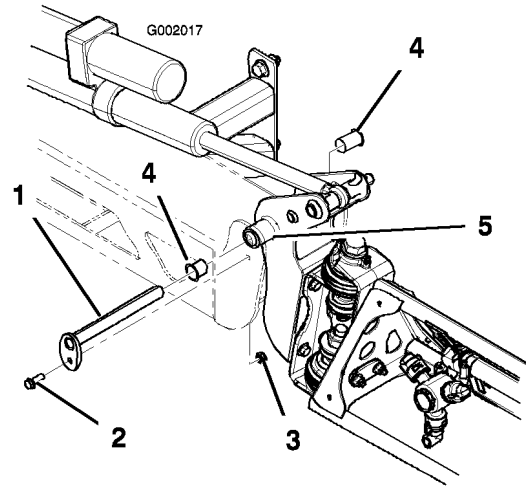

Bild 61
3. Wenn das Gewicht des Spritzgestänges abgestützt ist, nehmen Sie die Schraube und die Mutter ab, mit denen der Schwenkstift am Spritzgestänge befestigt ist (Bild 61). Nehmen Sie den Schwenkstift ab.
5. Nehmen Sie die Nylonbüchsen vorne und hinten an der Schwenkhalterung ab und prüfen Sie sie (Bild 61). Ersetzen Sie beschädigte Büchsen.
7. Montieren Sie das Spritzgestänge und die Schwenkhalterung im mittleren Rahmen und richten Sie die Öffnungen aus (Bild 61).